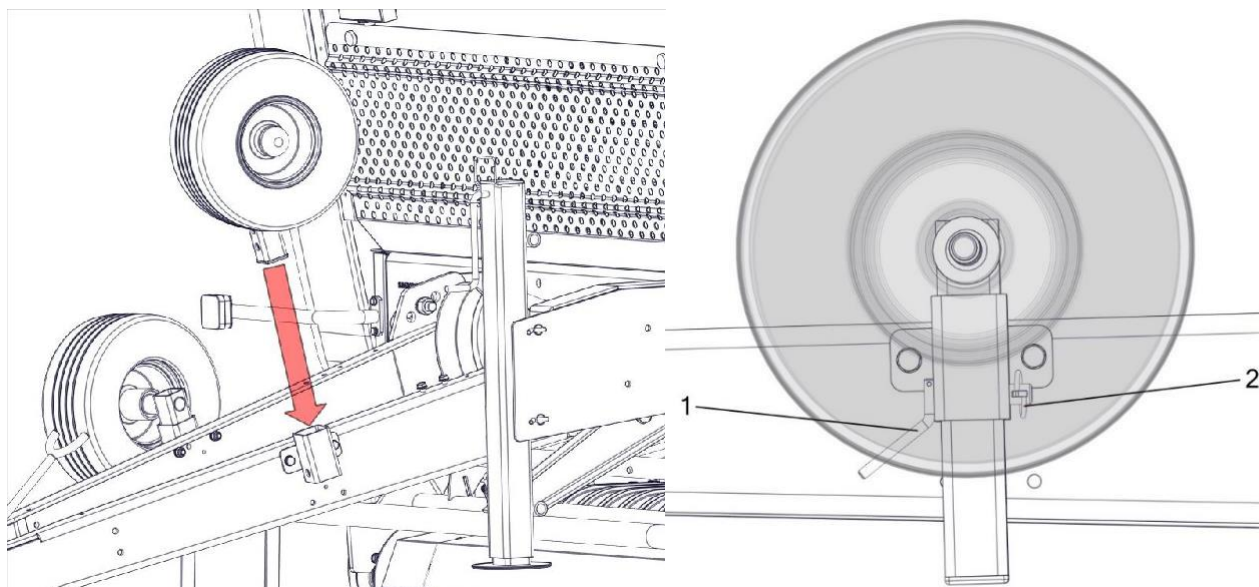

Рисунок 13 Колеса подборщика в транспортном положении
- Проверить, находятся ли колеса подборщика в транспортном положении (Рис. 13),